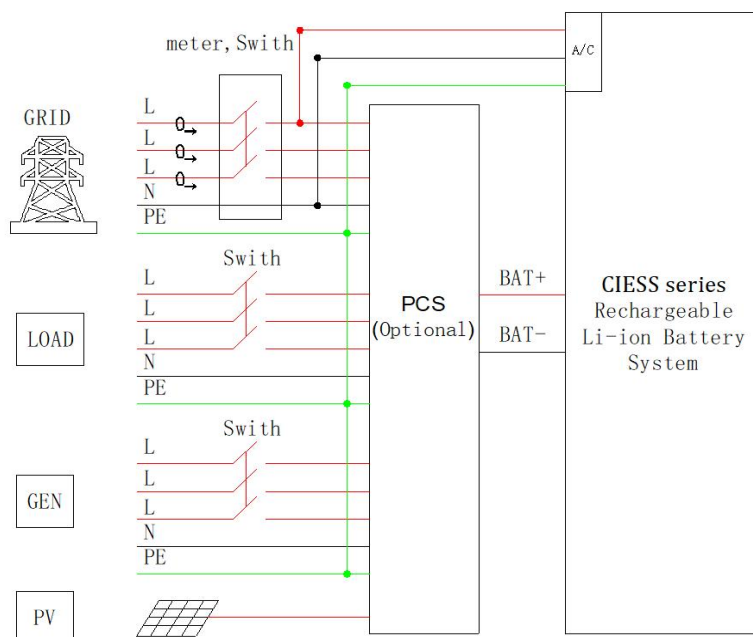

Figura 3.3.2 Esquema de cableado del gabinete exterior
(1) El esquema de cableado para el gabinete exterior se muestra arriba (Figura 3.3.2).